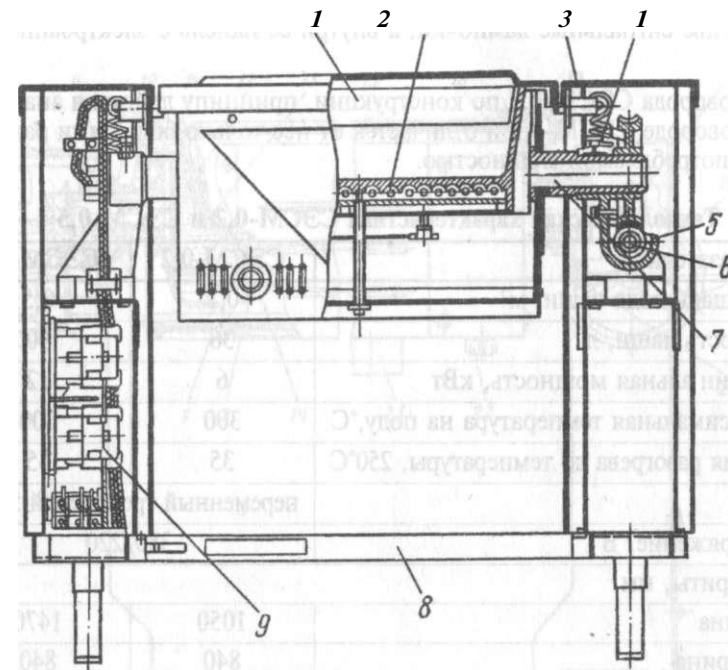

Рис. 11-1. Сковорода электрическая секционная модулированная СЭСМ-0.2
*Сковорода электрическая секционная модулированная СЭСМ-0,2 (рис. 11-1)* предназначена для жарения продуктов основным способом и во фритюре, пассерования овощей, тушения, а также припускания